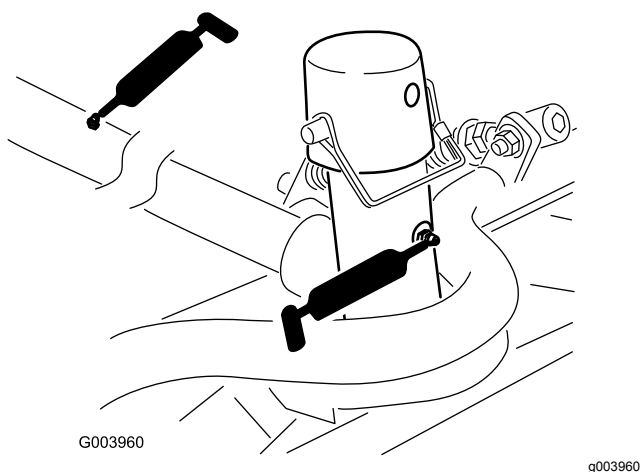

Figura 64
- Telaio portante e perno dell'apparato di taglio (2 cad.) (Figura 64)